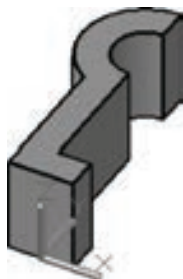

图 9-99 原始模型
1) 打开随书光盘“CH9”文件夹中的“BD_三维镜像.dwg”文件，文件中的原始模型如图 9-99 所示。